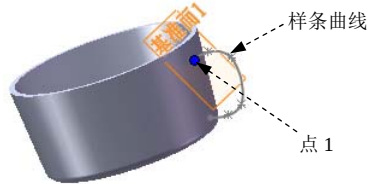

图 3.29.9 基准面 1
Step7. 创建图 3.29.9 所示的基准特征——基准面 1。选择下拉菜单 **插入(I)** → **参考几何体(G)** → **基准面(E)...** 命令，系统弹出“基准面”对话框；选取样条曲线和点 1 作为参考实体，如图 3.29.9 所示；单击对话框中的 按钮，完成基准面 1 的创建。